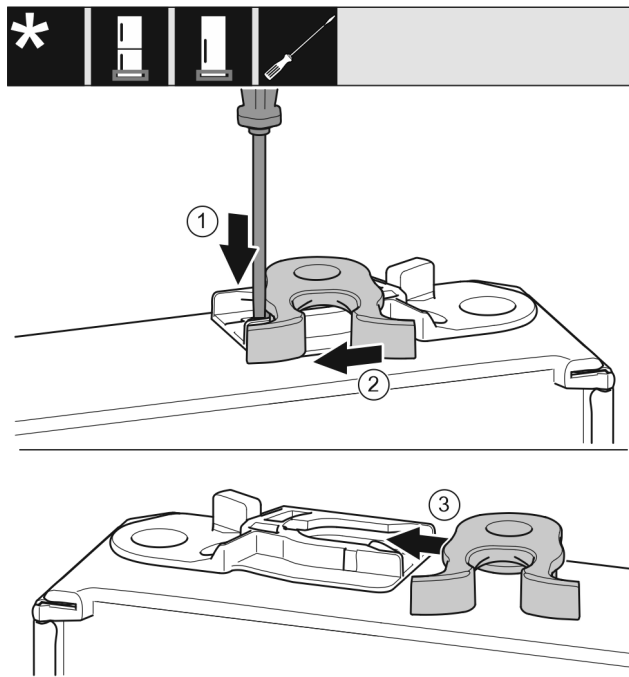

Fig. 20
- С плоска отвертка натиснете езичето Fig. 20 (1) надолу.
- Извадете затварящата кука Fig. 20 (2) от водача.
- Вкарайте затварящата кука Fig. 20 (3) във водача от другата страна.